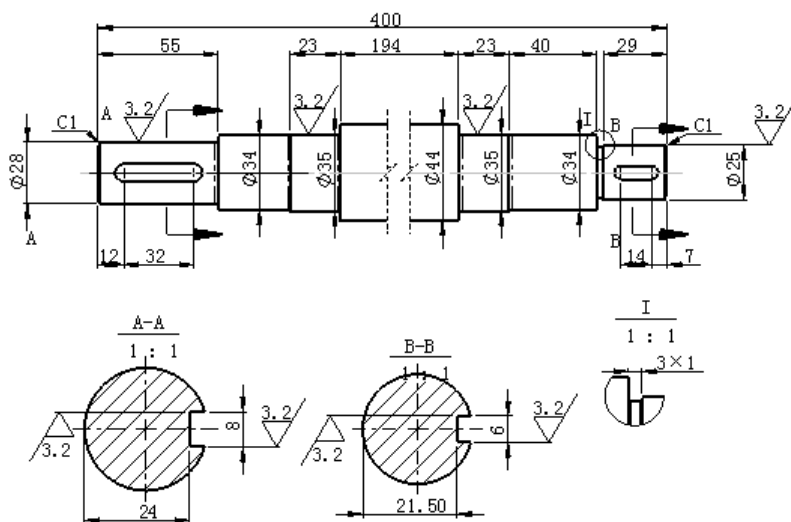

图 6.14.14 添加表面粗糙度标注
Task10. 标注图 6.14.14 所示的表面粗糙度
Step2. 放置表面粗糙度符号，如图 6.14.14 所示。